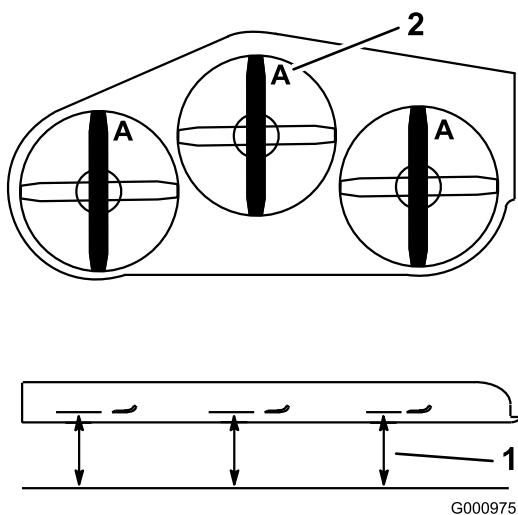

Figura 69
2. Misurate da un piano orizzontale fino al tagliente delle lame, posizione **A** (Figura 69).